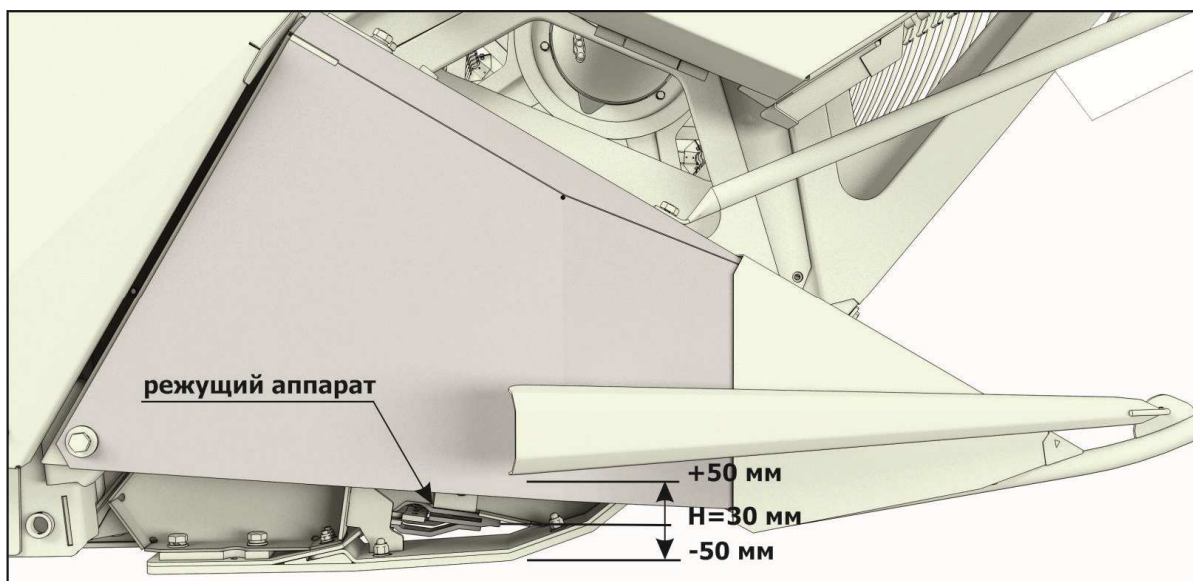

Рисунок 6.11 - Положение режущего аппарата для уборки сои
**ВНИМАНИЕ!** ЖАТКА ОТГРУЖАЕТСЯ ПОТРЕБИТЕЛЮ С ЗАКРЕПЛЕННЫМИ К КАРКАСУ ПЕРЕДНИМИ ПЛАВАЮЩИМИ ОПОРАМИ И ПОДВИЖНЫМИ БОКОВИНАМИ. ДЛЯ УБОРКИ СОИ В РЕЖИМЕ «С ПЛАВАЮЩИМ НОЖОМ» НЕОБХОДИМО ДЕМОНТИРОВАТЬ КРЕПЛЕНИЕ И ПЕРЕВЕСТИ РЕЖУЩИЙ АППАРАТ В ПЛАВАЮЩЕЕ ПОЛОЖЕНИЕ (рисунок 6.11).